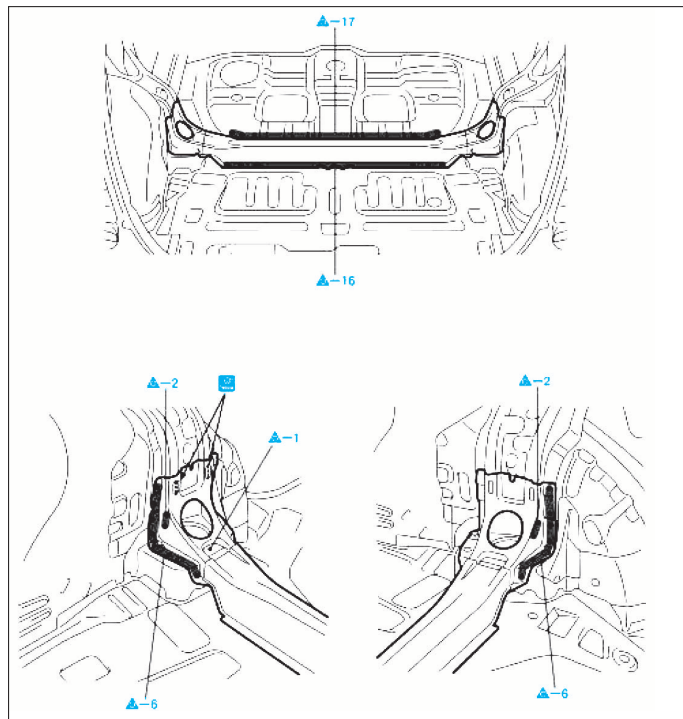

FIG. 37
- Dépointer aux endroits indiqués (Fig.37).